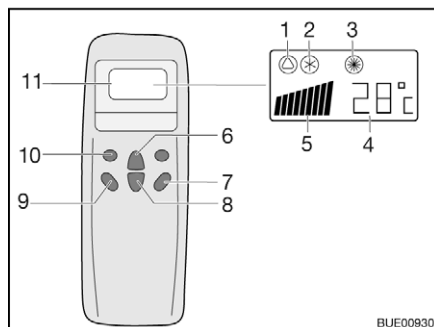
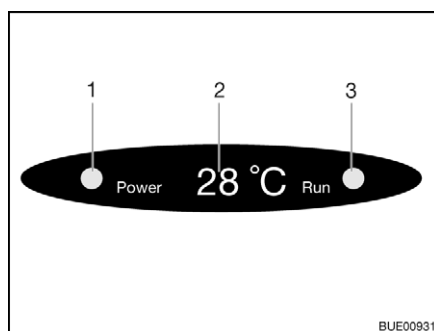

Fig. 204 Controle remoto
Fig. 205 Indicação no difusor
- Prima a tecla "ON/OFF" (Fig. 204,7).
- Prima a tecla "Mode" (Fig. 204,10) tantas vezes até ser mostrado o modo de serviço pretendido (Fig. 204,1, 2 ou 3) no display. Acende-se a respectiva luz piloto na indicação no difusor (Fig. 205,3).
- Com as teclas para o aumento da temperatura (Fig. 204,6) ou redução da temperatura (Fig. 204,8) regule a temperatura pretendida.
- Com a tecla Número de rotações do ventilador (Fig. 204,9) escolha o nível pretendido do ventilador.